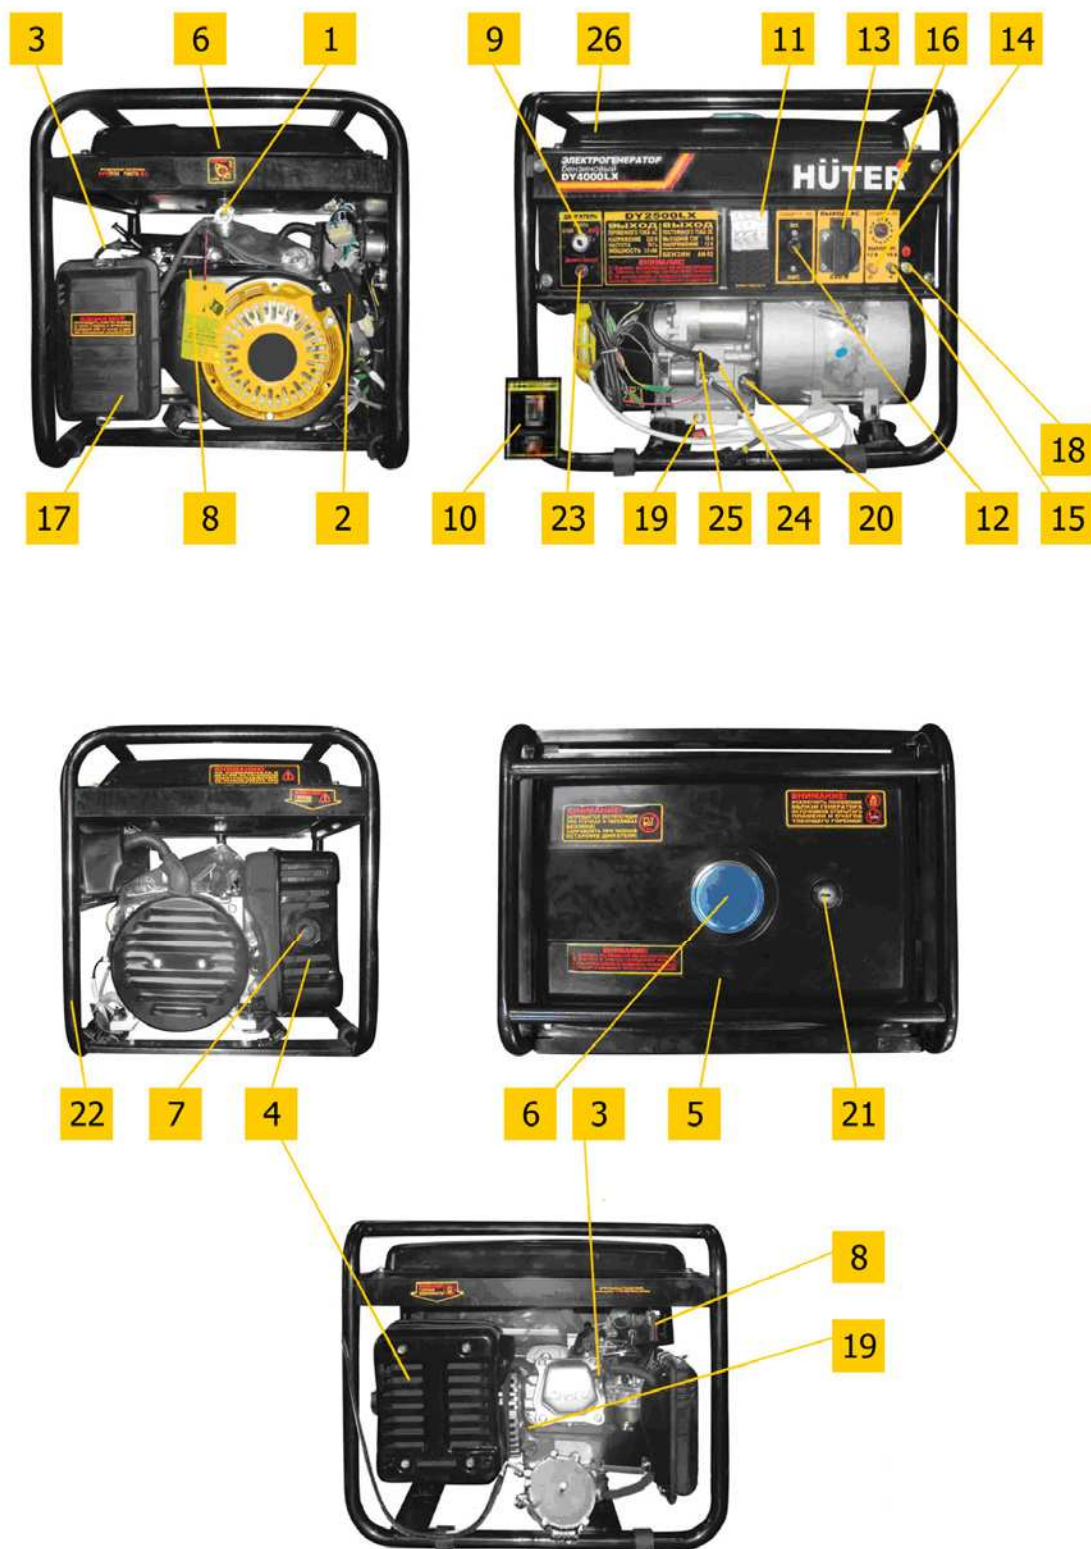
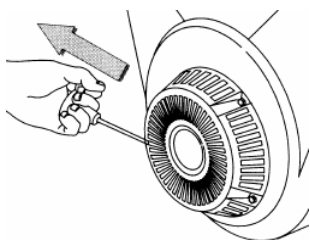

Рис. 1
Рис. 2
- Вывинтить щуп (поз.20 рис.1) и залить в картер масло соответствующего типа (таблица 2) до нижнего края горловины. Вставить чистый сухой щуп в горловину картера и вынуть его. Проверить уровень масла: граница смоченной области щупа должна располагаться между отметками минимального и максимального уровней.
– При установке генератора следует подключить к резьбовой клемме (поз.18 рис. 1) проводник заземляющего устройства, удовлетворяющего требованиям раздела «Обеспечение требований безопасности».
– Отключить все потребители переменного тока от генератора, переведя рычаг автоматического выключателя (поз. 12 рис. 1) в отключенное положение «0», отсоединить потребители постоянного тока от клемм (поз. 14, 15 рис. 1).
– Открыть топливный кран (поз. 1 рис. 1, см. также рис. 3)
– Перевести рычаг управления воздушной заслонкой (поз. 8 рис. 1) в крайнее левое положение при пуске холодного двигателя и в промежуточное положение при пуске прогретого двигателя
– Перевести выключатель двигателя (поз. 9 рис. 1) в отключенное положение «0».
– Плавно вытянуть до упора трос ручного стартера за ручку (поз. 2 рис. 1) и вернуть в исходное положение (см. также рис. 2).
– Перевести выключатель двигателя (поз. 9 рис. 1) во включенное положение «1».
– При ручном пуске придерживая генератор за раму, резко с интенсивным усилием вытянуть трос стартера до упора (рис. 2), повторив действие несколько раз при необходимости.
- Если двигатель не запускается, следует изменить положение рычага воздушной заслонки, сдвигая его вправо тем больше, чем выше температура двигателя и окружающего воздуха, затем повторить пуск с помощью стартера. Включение электрического стартера производится поворотом ключа выключателя (поз.9 рис.1) в крайнее правое положение «пуск». Сразу после пуска двигателя отпустить ключ для обеспечения его самовозврата в среднее положение. При срабатывании защиты (поз.26 рис.1) нажать сброс после остывания автоматического выключателя.
- При работе на бензине после прогрева двигателя в течение времени около 10-40 секунд, в зависимости от начальной температуры, перевести рычаг заслонки (поз. 8 рис. 1) в крайнее правое положение, если при этом двигатель работает неустойчиво вернуть рычаг заслонки (поз. 8) в прежнее положение и обеспечить завершение прогрева.
- Подключить к разъемам генератора потребители, соответствующие требованиям раздела «Обеспечение требований безопасности». Полная мощность (сумма активной и реактивной мощностей) всех подключаемых потребителей в стационарном режиме не должна превышать значений номинальной мощности, указанных в Таблице 1. Не допускается длительное превышение номинальной мощности более, чем на 10% свыше номинального значения. Включить автоматический выключатель (поз. 12 рис. 1), установив его рычаг управления в положение «1».
- При работающем генераторе отключить автоматический выключатель (поз. 12 рис. 1), отсоединить потребители постоянного тока от клемм.
- Перевести выключатель двигателя (поз. 9 рис. 1) в отключенное положение «0».
- Закрыть топливный кран (поз. 1 рис. 1).
- 6.1 Наличие и величина напряжения переменного тока индицируется и измеряется вольтметром (поз. 11 рис. 1).
- 6.2 Причиной отсутствия напряжения при работающем генераторе может служить срабатывание автоматических выключателей защиты цепей от перегрузки (поз. 12, 16 рис.1). В этом случае следует устранить причину перегрузки и нажать кнопку или клавишу сброса соответствующего автоматического выключателя после его остывания.